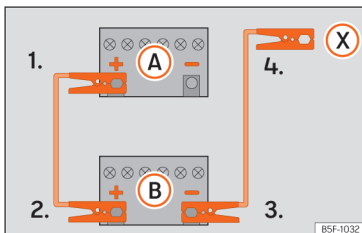

Abb. 153 Anschlusschema für Fahrzeuge ohne Start-Stopp-System.
4. Fahrzeuge ohne Start-Stopp-System: Klemmen Sie ein Ende des schwarzen Starthilfekabels an den Minuspol \ominus des stromgebenden Fahrzeugs **B** »» (Abb. 153).